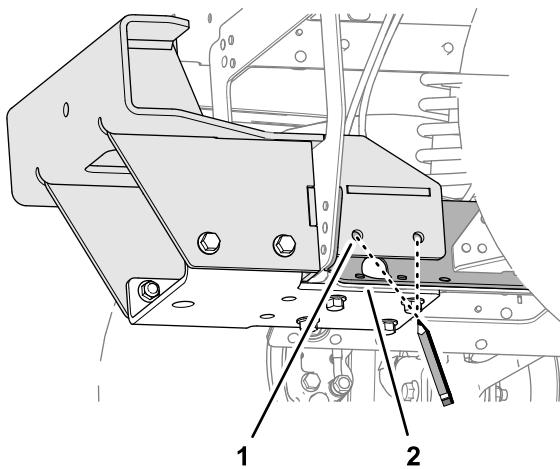
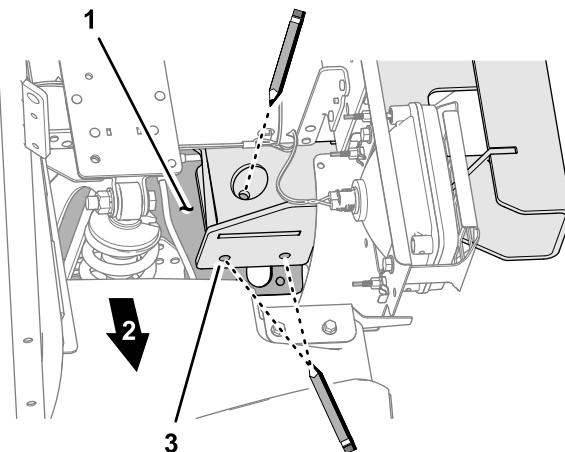
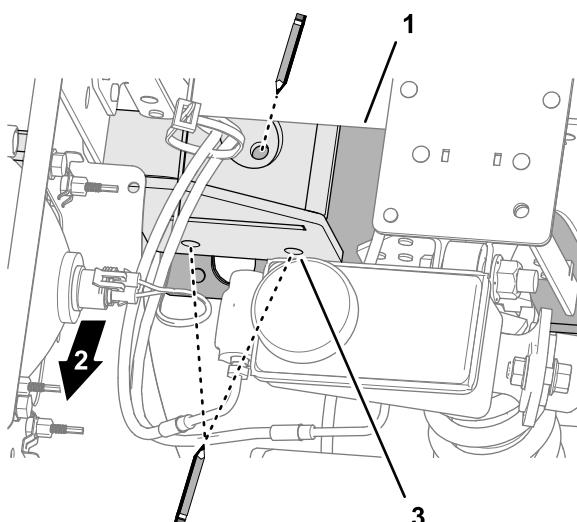

图 53
图 55
图 54
2. 如图 53、图 54 和图 55 所示将底部支架 6 个孔的位置标记到中心槽板上。